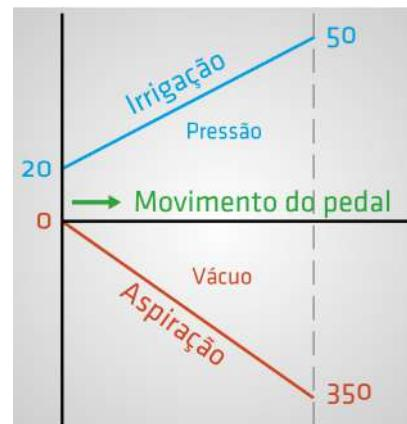

Fig. 73: AIC: Aspiração-irrigação
- Quando o pedal é pressionado, a pressão de infusão é automaticamente controlada em conjunto com e proporcional à aspiração real (o gráfico na fig. 73 mostra a relação entre aspiração e irrigação).